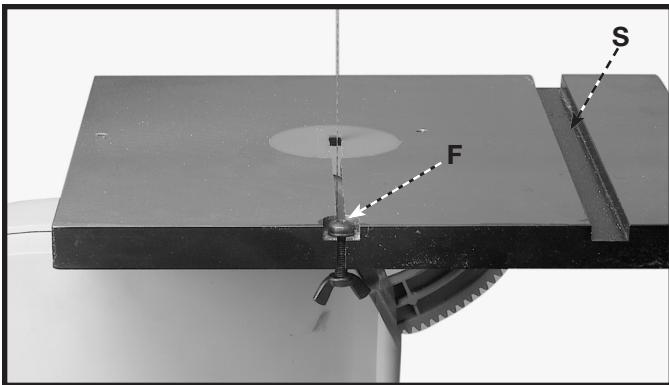

Fig. 37
4. Retirer les vis d'alignement de la table (F) fig. 37.
10. Pour utiliser le guide d'onglet comme l'illustre la fig. 40, insérer la barre du guide d'onglet dans la rainure à cet effet (S) fig. 37, et le régler à l'angle voulu.